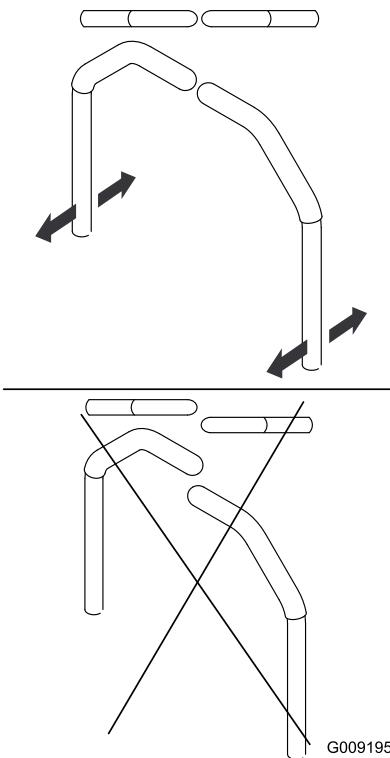

## Рисунок 51
- Якщо пристрій рухається вправо, ослабте болти та відрегулюйте ліву обмежувальну пластину в крайньому задньому положенні на лівому Т-подібному пазі, доки пристрій не буде рухатись прямо (Рисунок 51).
- Якщо пристрій рухається вліво, ослабте болти та відрегулюйте праву обмежувальну пластину в крайньому задньому положенні на правому Т-подібному пазі, доки пристрій не буде рухатись прямо (Рисунок 51).
8. Затягніть обмежувальну пластину (Рисунок 51).